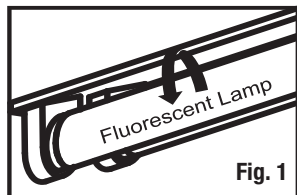
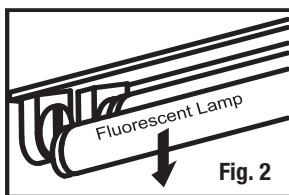

Fig. 1
Fig. 2
3. Remove existing fluorescent lamps from the luminaire (Fig. 1, Fig. 2).
3. Retirez les lampes fluorescentes existantes du luminaire (Fig. 1, Fig. 2).